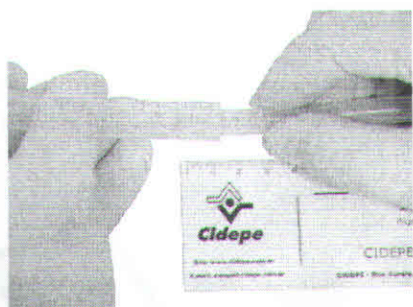

Figura 1
Insira a mangueira menor, 10 mm para dentro da mangueira maior - **Figura 1.**
- 3.1. Execute a montagem conforme **Figura 1**.